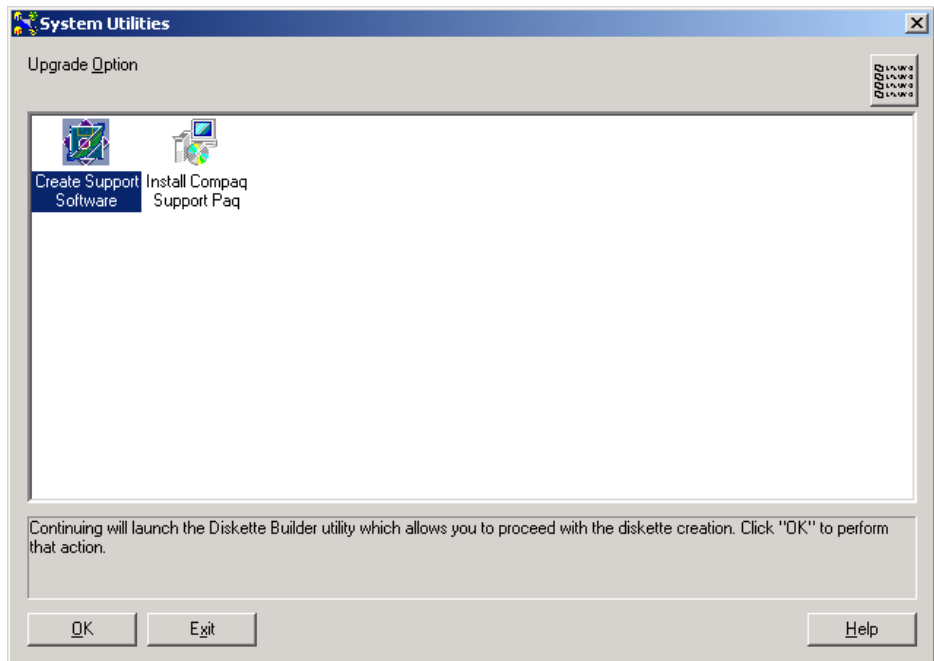

Abbildung 5-3. Fenster *System Utilities*
3. Das Popup-Fenster *System Utilities* (Systemprogramme) wird angezeigt. Darin stehen zwei Optionen zur Verfügung, wie in Abbildung 5-3 gezeigt.